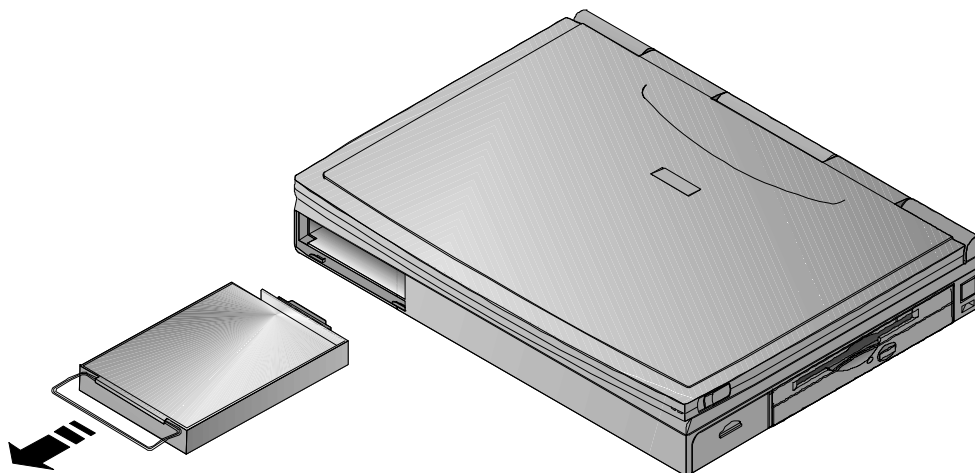

Figura 6-9: Rimozione del disco fisso (passo 2)
4. Estrarre delicatamente il disco fisso dalla sua sede tirando l'apposita maniglia nella direzione delle frecce, come illustrato nella figura 6-9.